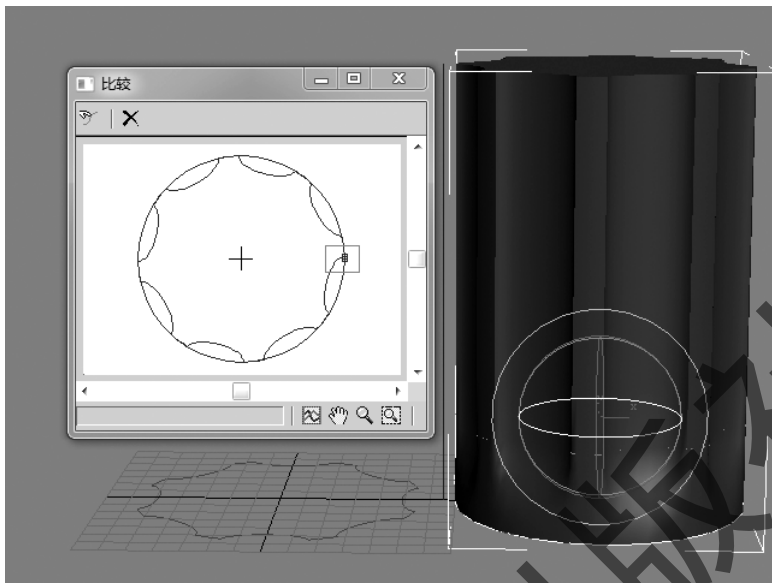

图 4-42 对齐初始点
Step18: 从“比较”窗口中看出, 两个截面的初始点产生了偏移; 仍旧选择放样物体次物体下的“图形”, 选中任一个截面, 参考着“比较”窗口的截面图, 使用“”旋转工具沿 Z 轴进行旋转, 直至两个初始点重合, 如图 4-42 所示。